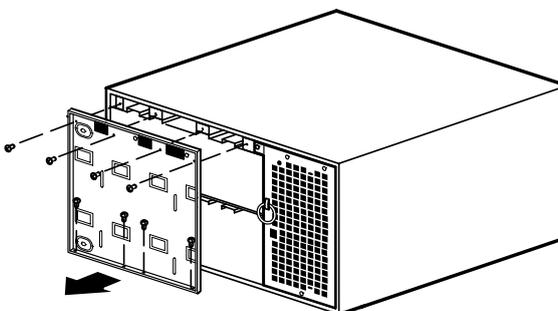

Abbildung 26. Entfernen der Abdeckungsplatte des USV-Batterien
2. Die acht Schrauben an der Batterie-Abdeckungsplatte herausdrehen und aufbewahren. Die Platte entfernen und aufbewahren. Siehe Abbildung 26.